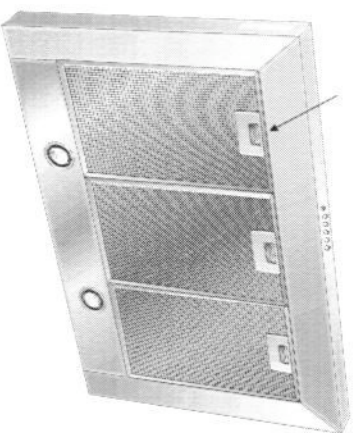

Fig. 1A
- Per lo smontaggio agire sulle maniglie (fig. 1A/B).
- Open by means of the handle (fig. 1A/B).
- Pour le démontage agir sur les poignées (fig. 1A/B).
- Betätigen Sie zum Ausbau die Griffe (Abb. 1A/B).
- Para quitarlos obrar en las manillas (fig. 1A/B).
- Om de vetfilters te demonteren maak de handgrepen los (fig. 1A/B).